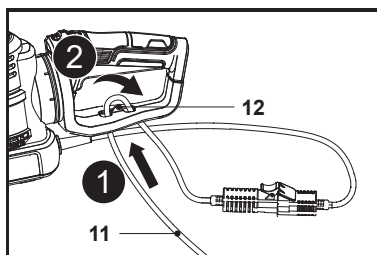

Fig. 3
2. Îndoaie înapoi cablul de alimentare (11) la aproximativ 20 cm de ansamblul mufelor și introdu bucla prin gaura suportului de cablu (12), apoi prinde bucla peste cârlig (Fig. 3, pașii 1, 2).